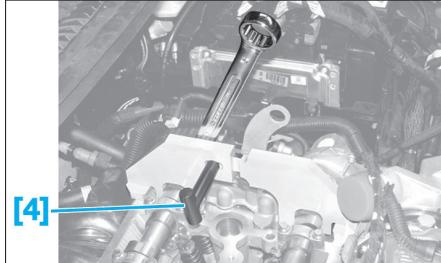

Fig. 9
- Assembler les outils d'immobilisation arbre à cames [1], [2] ; à l'aide de la vis [4] (Fig.9).